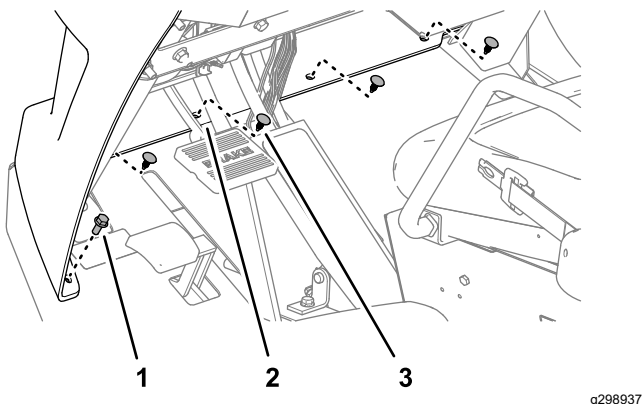

Figura 141
4. Monte la pestaña inferior del capó en la máquina con 4 grapas (Figura 141).
5. Sujete la pestaña a la máquina (Figura 141) con 2 pernos con arandela prensada ($\frac{5}{16}'' \times \frac{3}{4}''$).